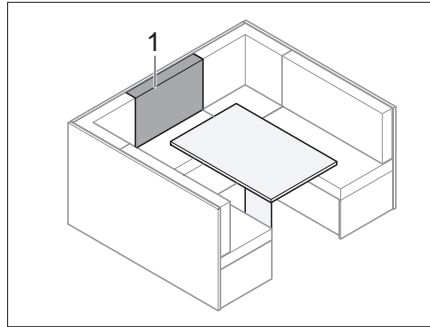

Bild 145 Vor dem Umbau
- Rückenpolster (Bild 145,1) vor das Zusatzpolster auf den Tisch legen.